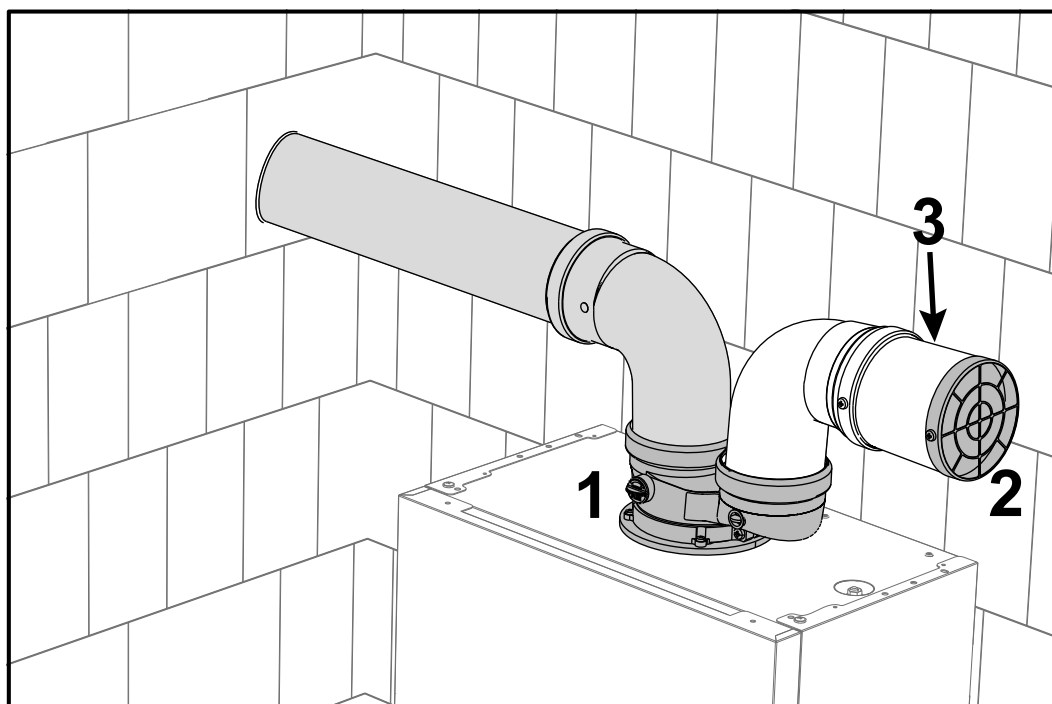

fig. 37- Grille de protection
Installer l'accessoire de départ (rep. 1 fig. 37 - réf. **041082X0**). Le conduit d'aspiration doit renfermer la grille de protection (rep. 2 - fig. 37 - réf. **1KWMA85A**). Si nécessaire, introduire une manchette (3) entre la grille et l'accessoire.